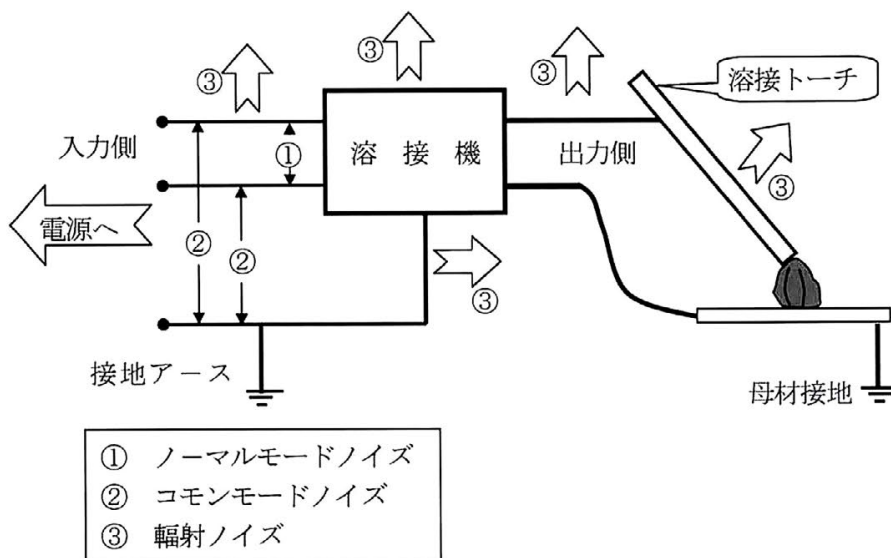

Fig. 1 ノイズ発生モード
があげられます。ノイズの発生モードに関して溶接機の事例として、Fig. 1 に示すような3つの例があげられます。①に示すようなライン-ライン